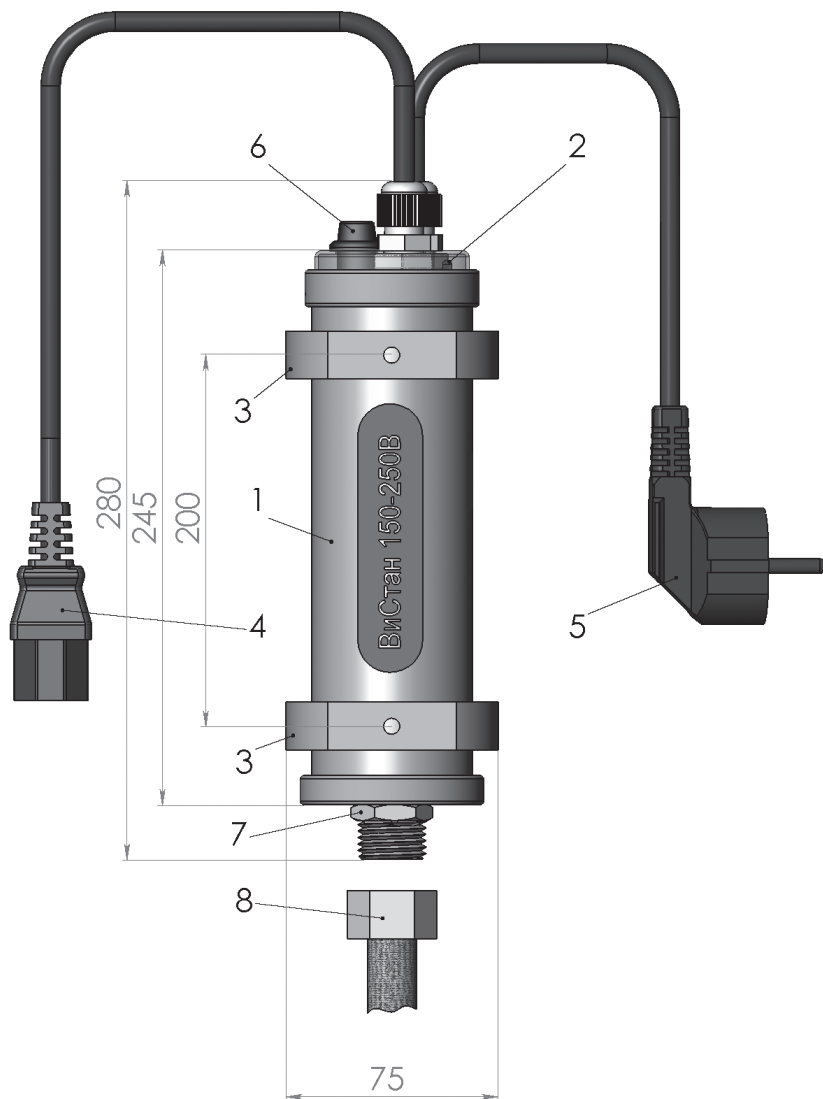
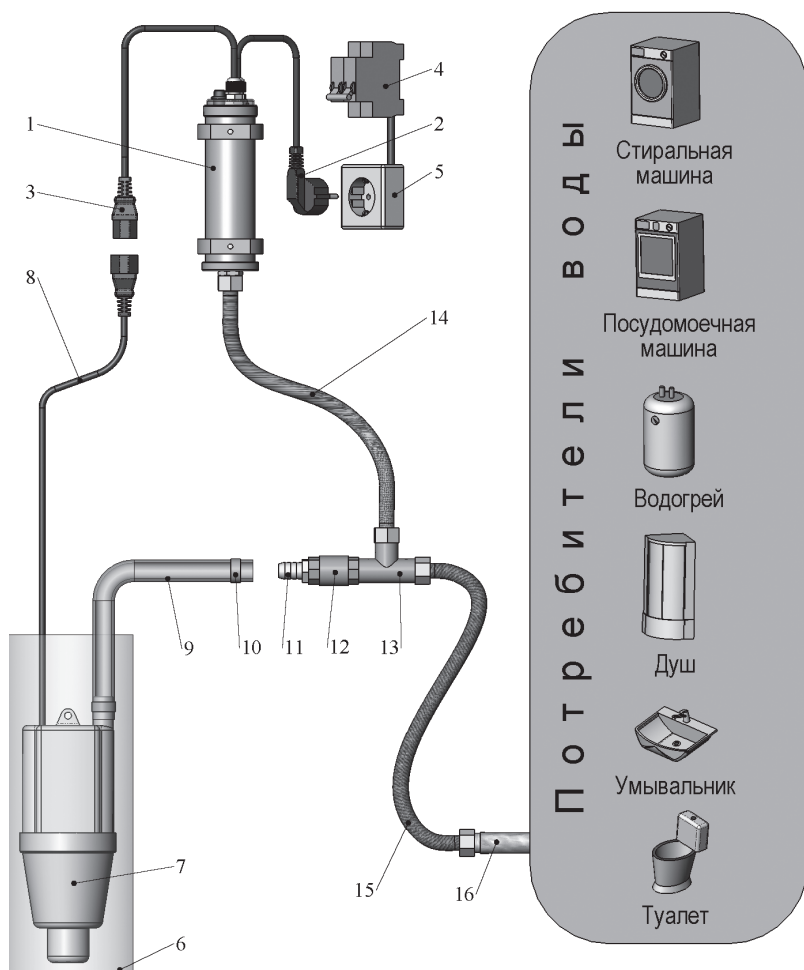

Рисунок 1.
Рисунок 2.
2.2. Габаритно - установочные размеры **ВиСтан 150-250В** приведены на Рис. 1, а схема подключения **Станции «АВТОЛЕЙ 150-250В»** - на рис. 2.
4.1. Подключение Станции «АВТОЛЕЙ 150-250В» к питающей электросети выполнить через автоматический выключатель (дифференциальный автоматический выключатель) на ток 6А (см. рис. 2 п. 1).
5.5. Закрепить **ВиСтан 150-250В»** (см. рис.1) при помощи двух хомутов (входят в комплект поставки) с таким расчетом, чтобы расстояние до точек подключения (сетевой розетки и трубопровода) было не больше длины сетевых шнуров прибора и гибких подводок. На рис. 2. приведены рекомендуемая схема подключения **Станции «АВТОЛЕЙ 150-250В»** и рекомендуемый состав арматуры при организации водопровода с использованием армированного шланга.
5.6. Собрать соединительный узел из клапана обратного 12, тройника 13, штуцера 11 согласно рис. 2. Все соединительные резьбы ½ дюйма. Для правильной установки на корпусе обратного клапана нанесена стрелка, указывающая направление движения воды (от насоса к потребителям).
6.1. Индикация режимов работы обеспечивается двумя светодиодами-индикаторами, встроенными в корпус **ВиСтан 150-250В** рядом с плавким предохранителем 5А (см рис.1). Синий (зелёный) светодиод отображает рабочие режимы, а красный светодиод – аварийные.